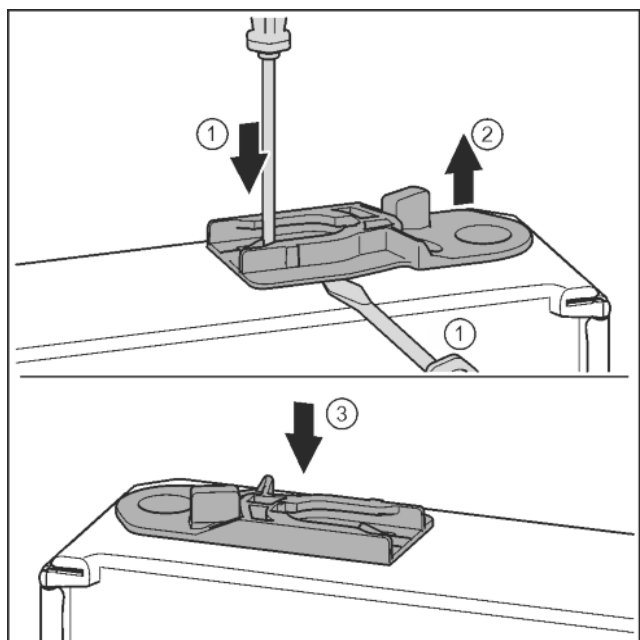

*Fig. 31*
- ▶ Enlever le cache et le mettre de l'autre côté. *Fig. 31 (1)*
- ▶ Poser le support de palier de l'autre côté et le visser à l'aide d'un tournevis T25. Commencer par la vis 2 en bas au milieu. *Fig. 31 (2)*
- ▶ Visser les vis 3 et 4. *Fig. 31 (3, 4)*
- ▶ Tourner le joint amortisseur de fermeture de 180°. La visser de l'autre côté du support de palier avec un tournevis T25. *Fig. 31 (5)*
- ▶ Mettre en place l'axe de palier complet. Veiller à ce que l'ergot d'enclenchement soit orienté en arrière. *Fig. 31 (6)*